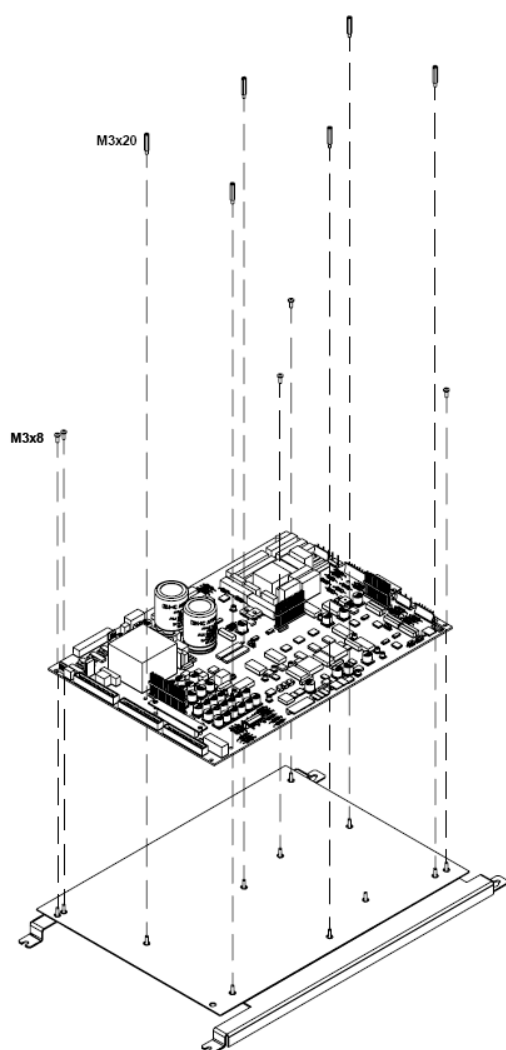

Figura 7.2.7 Retirar la tarjeta de potencia.
- 5) Colocamos la tarjeta sobre la bandeja para la electrónica, haciendo coincidir los pernos de esta con los agujeros de la tarjeta. (ver figura 7.2.7).
Antes de proceder, es necesario retirar los embellecedores (ver apartado 7.2.1) y la bandeja donde se insertan las tarjetas de control y de potencia (ver figura 7.2.7).
Antes de retirar la tarjeta de conexiones de potencia debemos haber retirado los embellecedores (ver apartado 7.2.1), la bandeja donde se insertan las tarjetas de control y de potencia (ver figura 7.2.7) y el dc bus (ver apartado 7.2.19) y la tarjeta gate drive ( ver apartado 7.2.17).
Para poder retirar las bobinas monofásicas debemos haber retirado los embellecedores (ver apartado 7.2.1), la bandeja de las tarjetas (ver figura 7.2.7) .
Es necesario haber retirado los embellecedores (ver apartado 7.2.1) la bandeja de las tarjetas (ver figura 7.2.7), y separar el chasis superior del chasis inferior seguir los pasos del apartado 7.2.10 (ver figura 7.2.18).